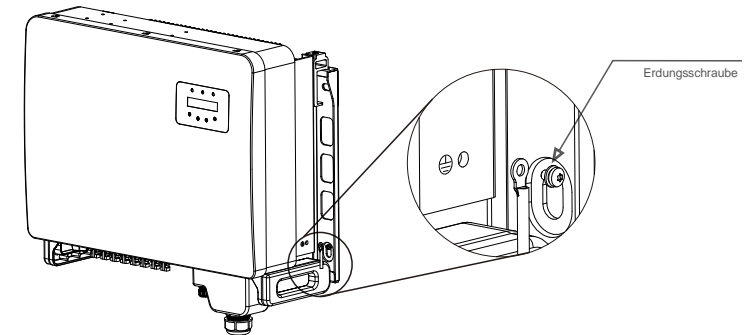

Abbildung 5.14 Befestigtes Kabel
6. Schließen Sie das Erdungskabel an den Erdungspunkt des Kühlkörpers an und ziehen Sie die Erdungsschraube fest. Das Drehmoment beträgt 3–4 Nm (siehe Abbildung 5.14).